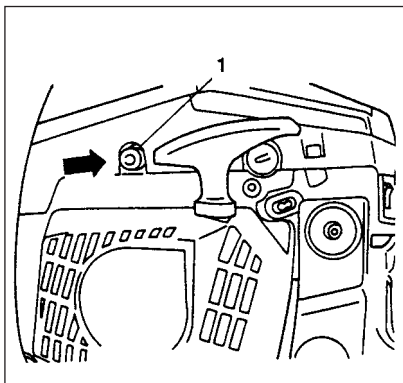

Fig. 2-2B
- \* Trykk på dekompresjonsventilen (1) (hvis slik utstyrt. Denne ventilen tilbakeholdes når motoren starter). (Fig. 2-2B)